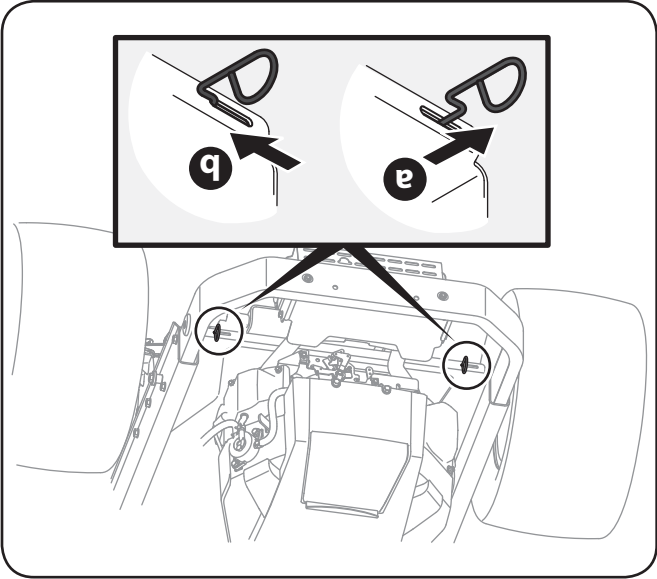

Figure 3-1
1. Embrayez les tiges de dérivation de la transmission de chaque côté du tracteur pour déplacer celui-ci sans le mettre en marche. Ces tiges se trouvent sur l'arrière du tracteur, sur l'intérieur de chaque roue arrière. Pour embrayer chaque tige de dérivation, tirez-la vers l'extérieur(a) et vers la droite (b) pour la bloquer. Voir la Figure 3-1
2. Débrayez les tiges en inversant a et b après avoir déplacé le tracteur. Voir la Figure 3-1